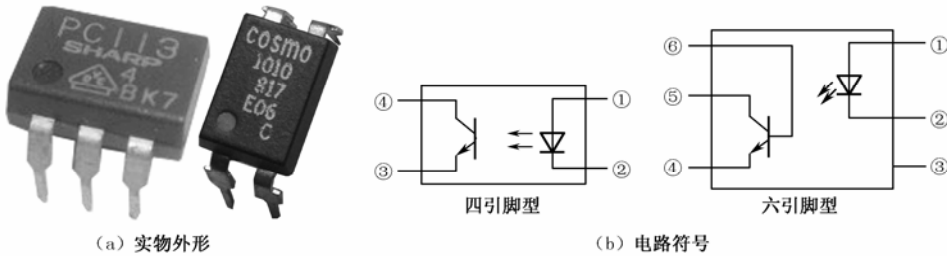

图 8-15 光电耦合器
光电耦合器是由发光二极管和光敏管组合在一起并封装起来构成。图 8-15（a）是一些常见的光电耦合器的实物外形，图 8-15（b）为光电耦合器的电路符号。
光电耦合器内部有发光二极管和光敏管, 根据引出脚数量不同, 可分为四引脚型和六引脚型。光电耦合器引脚识别如图 8-18 所示, 光电耦合器上小圆点处对应第 1 脚, 按逆时针方向依次为第 2、3、4 脚。对于四引脚光电耦合器, 通常①、②脚接内部发光二极管, ③、④脚接内部光敏管, 如图 8-15 (b) 所示; 对于六引脚型光电耦合器, 通常①、②脚接内部发光二极管, ③脚空脚, ④、⑤、⑥脚接内部光敏三管。